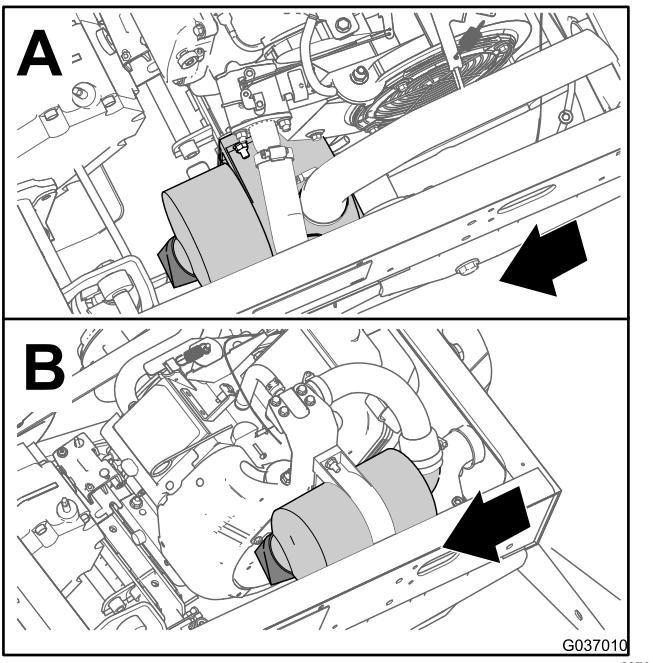
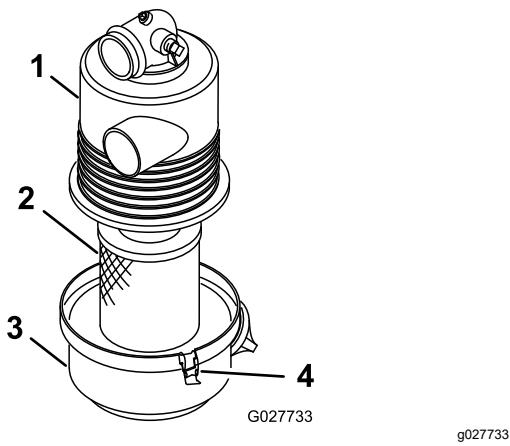

Figura 32
Figura 33
2. Inspeccione la carcasa del limpiador de aire en busca de desperfectos que pudieran causar una fuga de aire (Figura 32 y Figura 33).
3. Abra los enganches que sujetan la tapa del filtro de aire a la carcasa del filtro de aire (Figura 33).
4. Separe la tapa del filtro de aire de la carcasa del filtro de aire, y limpie el interior de la tapa (Figura 33).
3. Instale el elemento del filtro de aire en la carcasa del filtro de aire (Figura 33).
4. Alinee la tapa del filtro de aire con la carcasa del filtro de aire (Figura 33).
5. Sujete la tapa a la carcasa con los enganches (Figura 33).